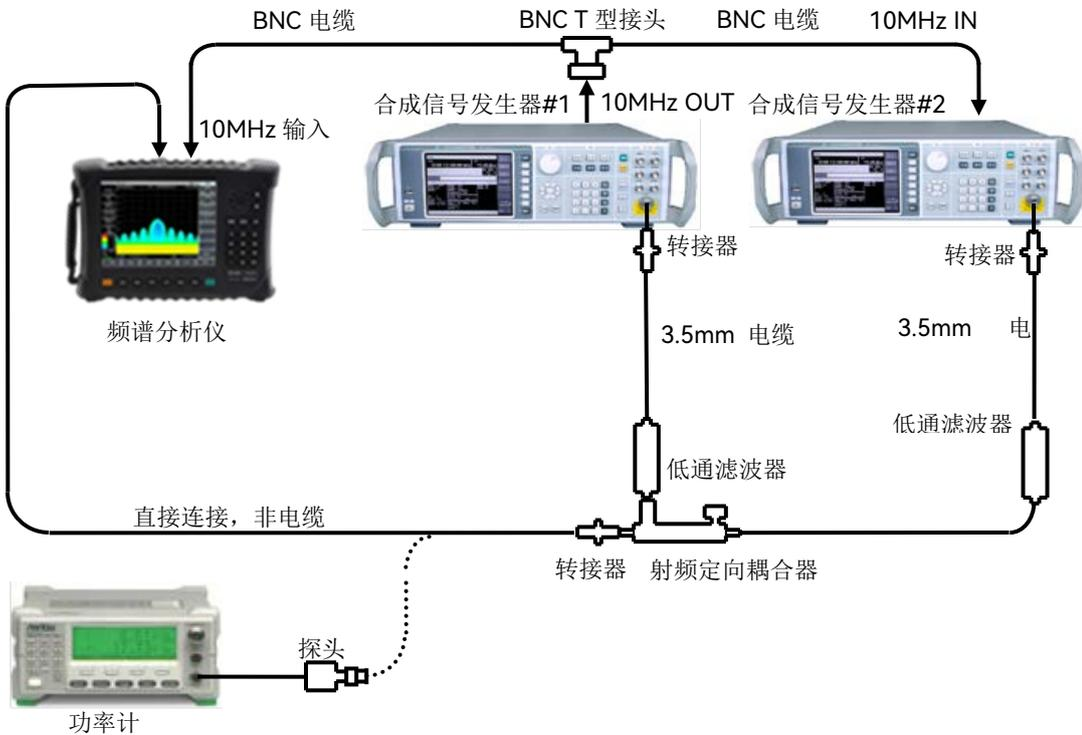

图 12-12 三阶交调失真测试设置 (50MHz~4GHz)
- 1) 如图 12-12 连接仪器，根据测试频点选择合适的低通滤波器和转接器，不把定向耦合器接到频谱分析仪上；
- 17) 如图 12-12 连接测试设备，选择合适的滤波器、转接器及定向耦合器，参照步骤 1~16，分别选择 3GHz、4.5GHz 和 6GHz 作为 2.4GHz~4GHz、4GHz~5.2GHz 和 5.2GHz~9GHz 三个频段的测试点，测试其三阶截获点指标并记录至测试表格中。